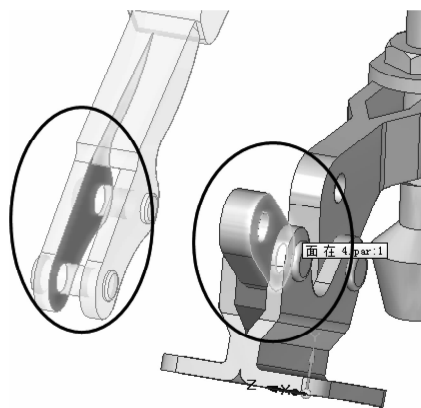

图 8-132 面匹配配合
- (5) 再进行【零件5】与【零件4】的面匹配配合，单击【零件5】的内侧表面后再单击【零件4】的外侧表面，此时【零件5】与【零件4】智能配合为面匹配，如图 8-132 所示。